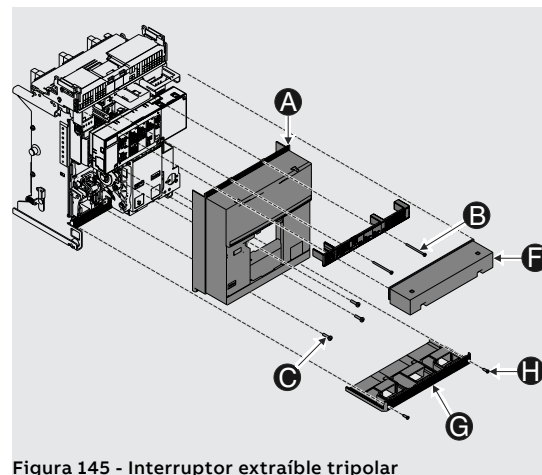

Figura 145 - Interruptor extraíble tripolar
3. Con interruptor versión extraíble (Figura 145 - Interruptor extraíble tripolar), desmontar la protección (F) y los cubre-bornes (G) quitando los tornillos (H)